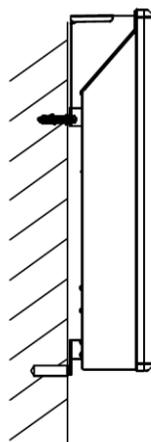

Рис.2
- Повесьте прибор на уставленные винты за две верхние стойки. Примерьте и отметьте на стене положение двух нижних стоек крепления (Рис.2).